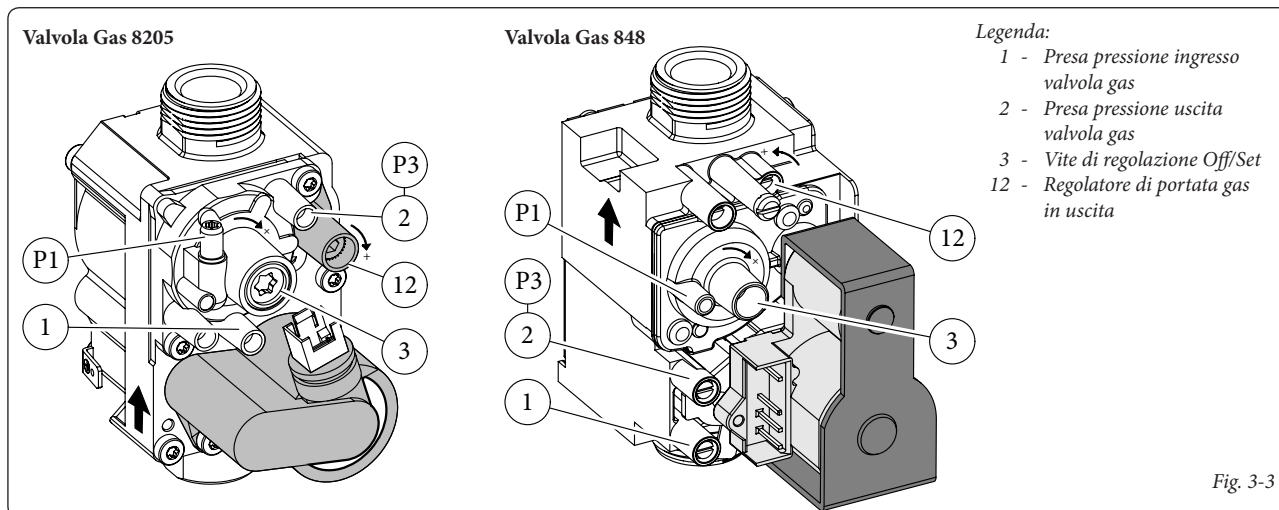

Fig. 3-3
Entrare in fase spazzacamino senza effettuare prelievi di acqua sanitaria e portare i selettore riscaldamento al minimo (ruotarlo senso antiorario fino a visualizzare "0" sul display). Per avere un valore esatto della CO2 nei fumi è necessario che il tecnico inserisca fino in fondo la sonda di prelievo nel pozzetto, quindi verificare che il valore di CO2 sia quello indicato nella tabella seguente, in caso contrario regolare sulla vite (3 Fig. 3-3) (regolatore di Off-Set). Per aumentare il valore di CO2 è necessario ruotare la vite di regolazione (3) in senso orario e viceversa se si vuole diminuire.
Al termine della regolazione della CO2 minima mantenendo la funzione spazzacamino attiva portare il selettore riscaldamento al massimo (ruotarlo in senso orario fino a visualizzare "99" sul display). Per avere un valore esatto della CO2 nei fumi è necessario che il tecnico inserisca fino in fondo la sonda di prelievo nel pozzetto, quindi verificare che il valore di CO2 sia quello indicato nella tabella seguente, in caso contrario regolare sulla vite (12 Fig. 3-3) (regolatore portata gas). Per aumentare il valore di CO2 è necessario ruotare la vite di regolazione (12) in senso orario per la valvola gas 8205 e in senso antiorario per la valvola del gas 848 e viceversa se si vuole diminuire.